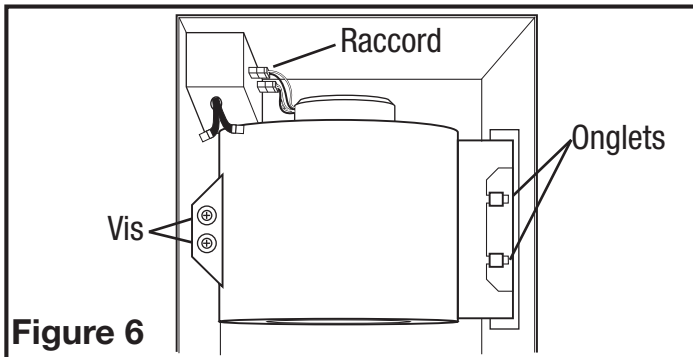
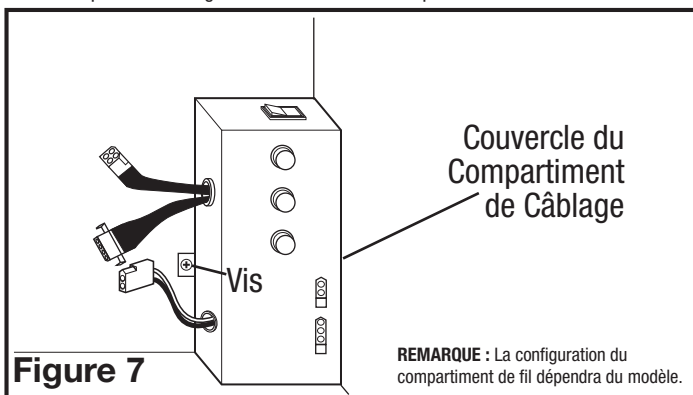

Figure 6
Figure 7
- 1a. Compartiment de Câblage Extérieur : Enlever la vis du couvercle du compartiment à câblage et mettre ce couvercle dans un endroit fiable (Figure 6).
- 1b. Compartiment de Câblage Intérieur: Enlever les trois vis retenant en place l'assemblage de la soufflante et soulever pour sortir l'assemblage hors du châssis (Figure 6). Enlever la vis (ou les vis) du couvercle du compartiment à câblage et mettre ce couvercle dans un endroit fiable (Figure 7).